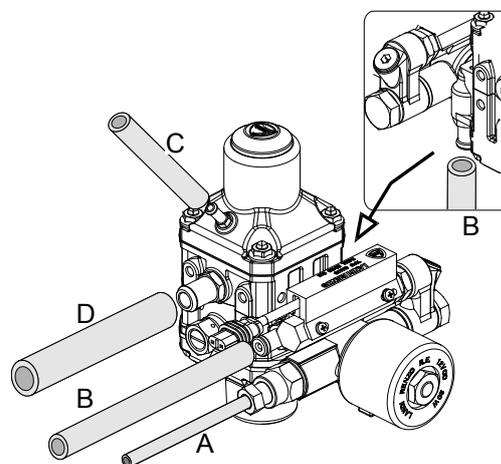

рис. b4
- на выходе газа ("D" рис. b4) редуктора должен быть последовательно соединен фильтр и возможный распределитель топлива (для двигателей, которые требуют двух направляющих форсунок), избегая сужения соединительных труб.